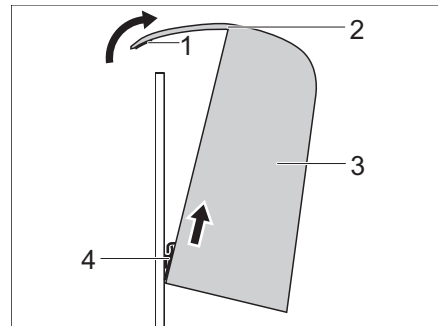

Bild 72 Rückenpolster abnehmen
- Rückenpolster (Bild 72,3) nach vorne kippen und Hakenband (Bild 72,4) aushängen.
- Rückenpolster (Bild 72,3) schräg halten und Hakenband (Bild 72,4) unten einhängen.
- Stoffüberschlag (Bild 72,2) nach hinten streichen und Klettverbindung (Bild 72,1) fest andrücken.